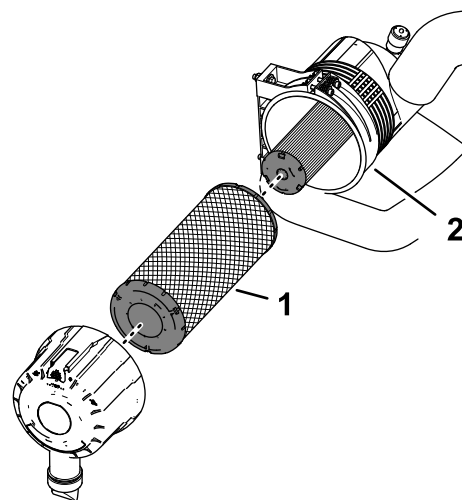

Figure 64
7. Retirez le préfiltre (Figure 64).